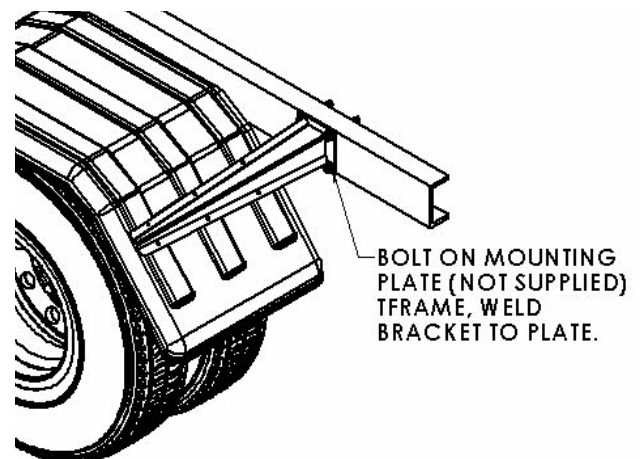

Figure 7
- B. Il est possible de boulonner une plaque (ce n'est pas munie) au cadre et soudez les équerres à cette plaque (Figure 7). Une autre option est de souder l'équerre directement au cadre.